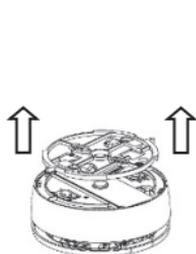

Abbildung 5
2. Entfernen Sie die Kunststoffhalterung vom Melder (siehe Abbildung 5).
1. Entfernen Sie die Kunststoffhalterung vom Melder (siehe Abbildung 5).